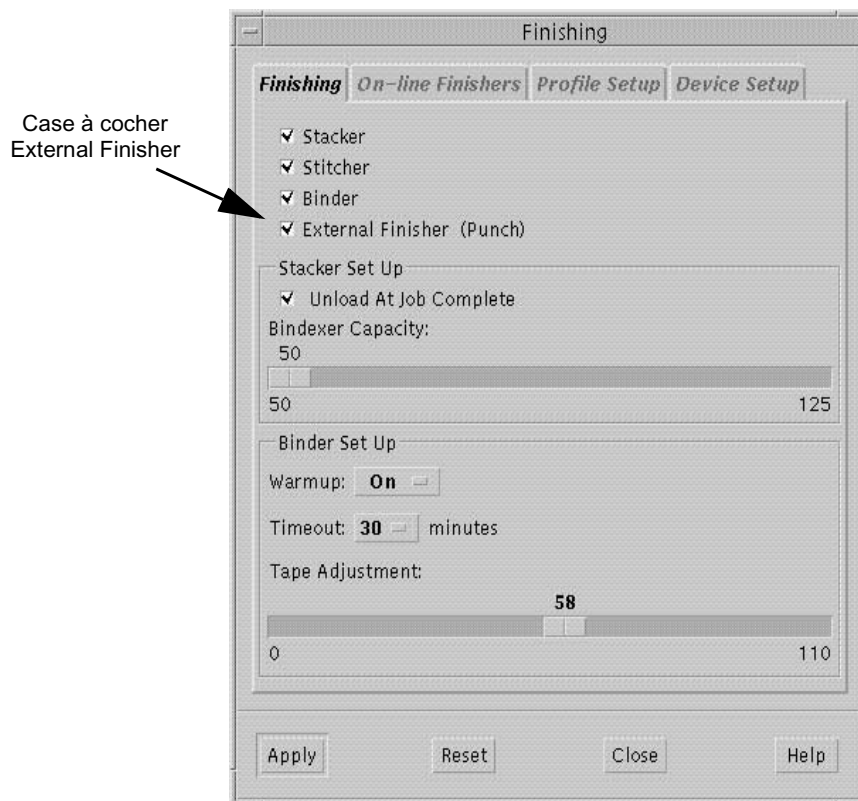

Figure 1-14: L'écran Finishing dans la fenêtre Finishing
L'écran **Finishing** s'affiche, voir Figure 1-14.
- 14 Vérifiez que la case à cocher External Finisher est cochée et que le nom du dispositif approprié apparaît entre parenthèses à la droite de External Finisher, voir Figure 1-14.